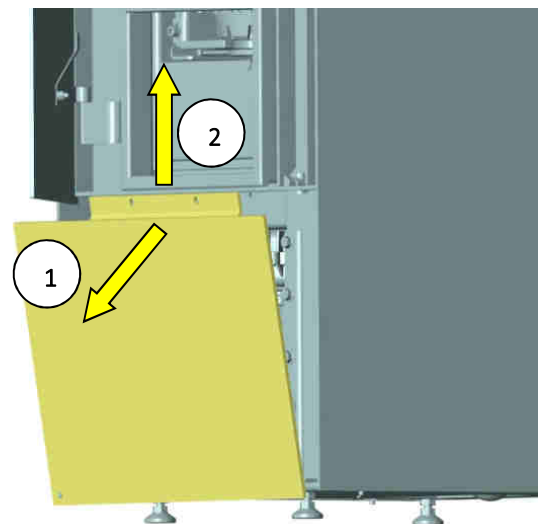

Abb. 13: Untere Frontblende demontieren
5. Die obere Seite der Frontblende nach vorne klappen (1. Abb. 13) und anschließend vorsichtig nach oben hin entnehmen (2. Abb. 13).